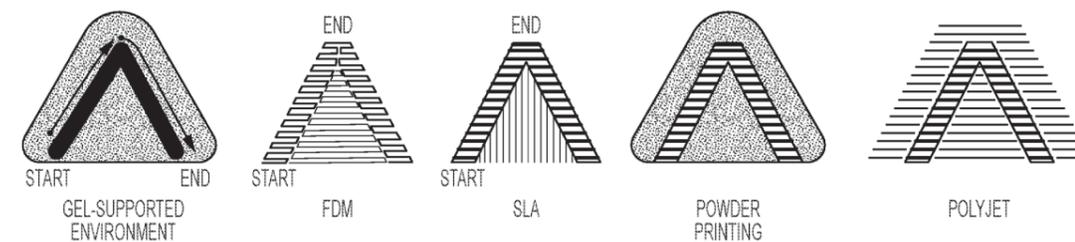

FIG. 4
**FIG. 4** Il seguente paragone illustra le differenze tra diversi processi di stampa 3D per la produzione di una parte diagonale. Nella stampa FDM, la parte viene suddivisa in fette orizzontali e viene stampata una regione di supporto a fette orizzontali per sostenere la porzione sporgente. Nella stampa SLA, la parte viene suddivisa in fette orizzontali e vengono stampati piccoli supporti verticali per sostenere la porzione sporgente. In un sistema basato sulla polvere (ad es. SLS o ZCorp), la parte viene suddivisa orizzontalmente e la polvere circostante sostiene la porzione sporgente. Nei metodi descritti qui, che utilizzano un ambiente di supporto a gel, la parte viene stampata direttamente nell'orientamento del componente, senza suddivisione orizzontale, aumentando efficacemente la velocità di stampa e la continuità strutturale della parte, e il gel circostante agisce come materiale di supporto.